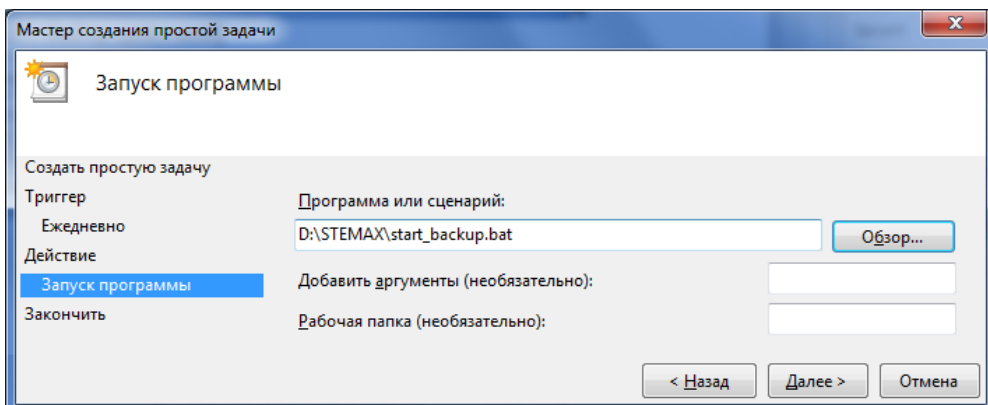

Рис. 7.24. Выбор командного файла
- В следующем окне нажмите кнопку *Обзор* и укажите путь к командному файлу, после чего нажмите кнопку *Далее* (Рис. 7.24).